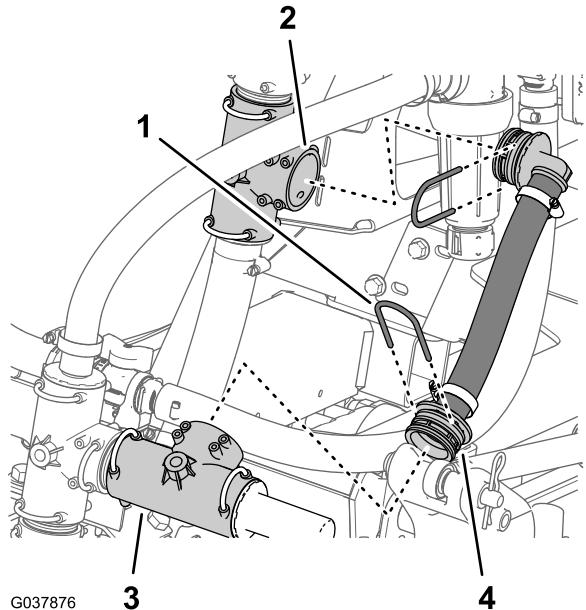

Figura 65
- Rimuovete il fermo che fissa il flessibile di sfiato della pressione al raccordo a T nella valvola di sfiato della pressione (Figura 65).
- Rimuovete il fermo che fissa il flessibile di sfiato della pressione al raccordo a T inferiore e rimuovete il flessibile di sfiato della pressione dalla macchina (Figura 65).